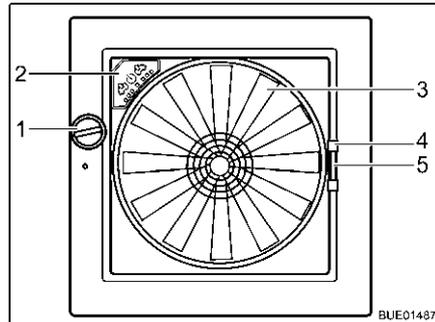

Bild 62 Dachhaube Omni-Vent
**Öffnen:** ■ Drehknopf (Bild 62,1) drehen, bis der gewünschte Öffnungswinkel erreicht ist.
**Schließen:** ■ Drehknopf (Bild 62,1) drehen, bis Dachhaube vollständig geschlossen ist.
**Schließen:** ■ Insektenschutz am Griff (Bild 62,4) zur gegenüberliegenden Rahmenseite ziehen.
**Schließen:** ■ Griff (Bild 62,5) der Verdunklung zusammendrücken.
**Ventilator** Wenn die Dachhaube geöffnet ist, kann der Innenraum mit dem 6-stufigen Ventilator (Bild 62,3) belüftet und entlüftet werden. Der Ventilator wird am Bedienfeld (Bild 62,2) bedient.